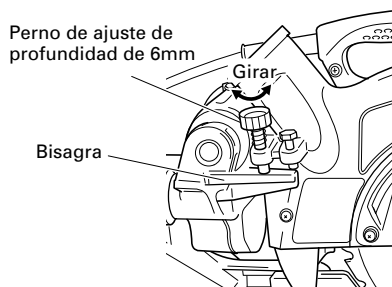

Fig. 11
Para ajustar la posición de límite inferior de la hoja de sierra, siga lo procedimiento (1) indicado en la Fig. 11.
- (1) Baje la cabeza del motor, y gire el perno de ajuste de profundidad de 6 mm, y realice los ajustes de manera que se pueda formar una holgura de 5/64" a 1/8" (2 mm a 3 mm) entre la posición de límite inferior de la cabeza del motor y la parte superior de la pieza de trabajo en la posición de límite inferior de la hoja de sierra donde la cabeza del perno de ajuste de profundidad de 6 mm entra en contacto con la bisagra.